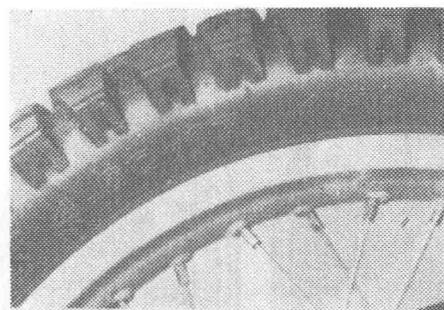

图46 胎面宽度4.60英寸、车轮尺寸17英寸、强度4PR
4.60—18或4.10—18等尺寸中出现1或6数字的轮胎，属扁平率80系列的轮胎。扁平率是指胎面与轮胎高度之比，扁平率越低，轮胎的高度越低(汽车用轮胎有60系列和50系列的)(图46)。